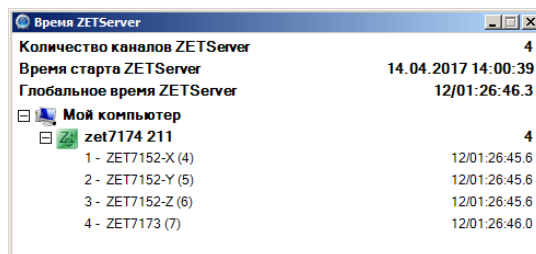

Рис. 2.2 Пример окна «Время ZETServer» с идентификаторами устройств, входящих в состав сейсмографа
- убедиться, что в окне программы «Время ZETServer» (Рис. 2.2) появилась информация о подключении сейсмографа (определились измерительные каналы и началось непрерывное и синхронное изменение времени каналов)